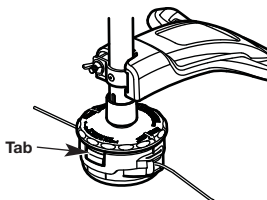

Fig. 19
1. Oprima fuertemente las orejetas que se encuentran a cada lado del cabezal de corte. (Fig. 19)